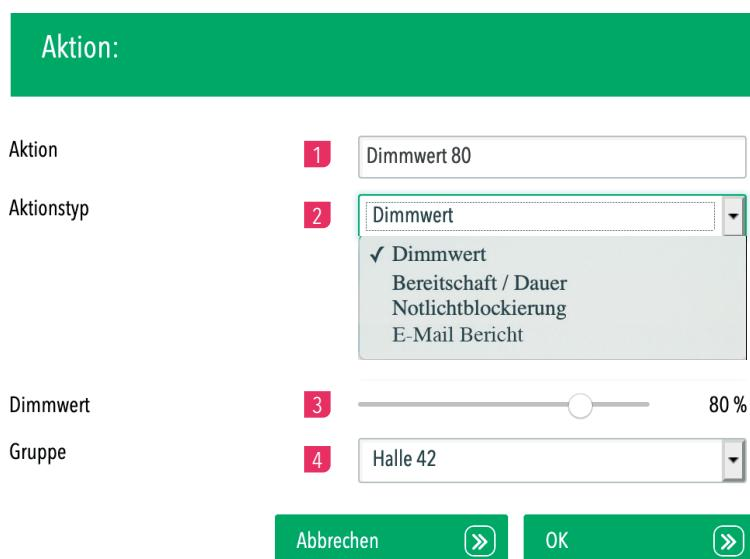

Abbildung 65. Aktionsdialog
- 4 Neue Aktion hinzufügen: siehe Abbildung 65